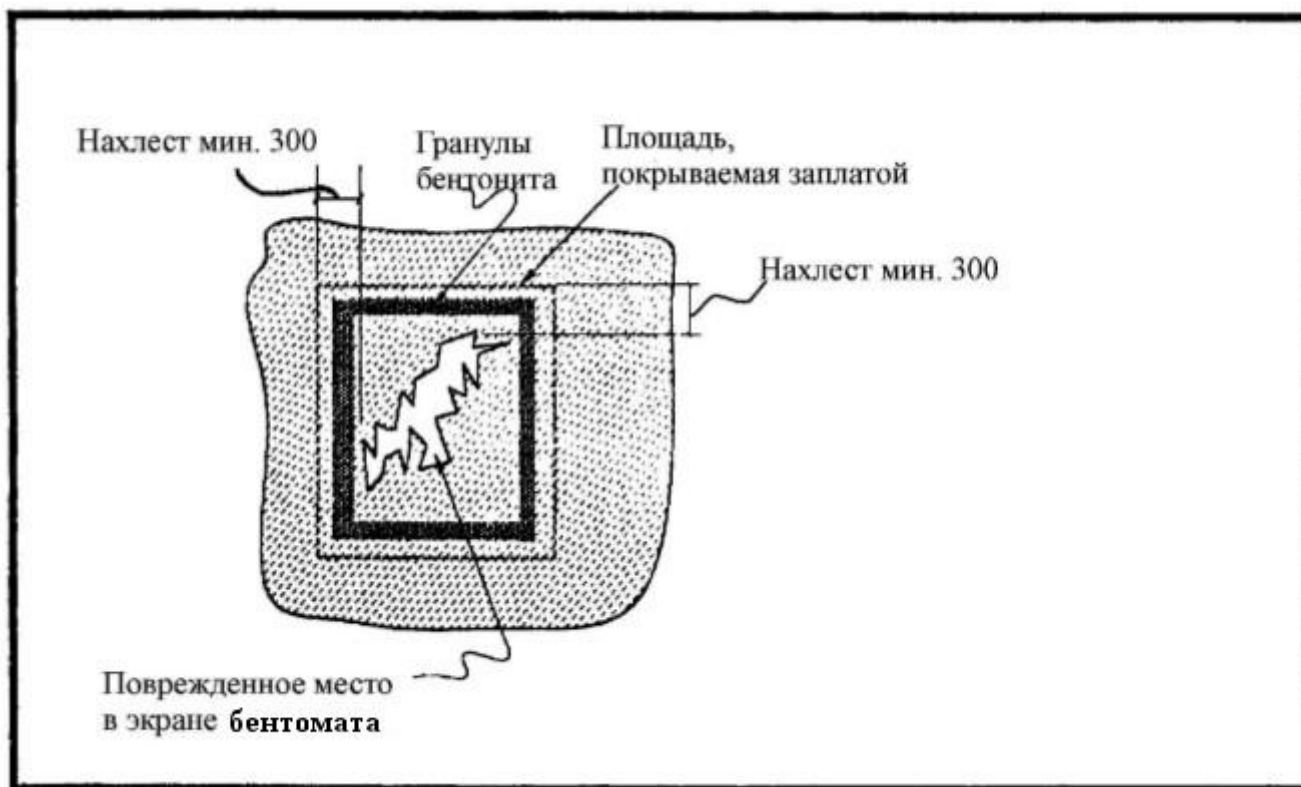

Рис. 6. Ремонт повреждений методом заплат
- 8.1. Если материал был поврежден во время укладки или при эксплуатации, то заделку поврежденных мест осуществляют с использованием заплат (Рис. 6). Заплата должна быть вырезана таким образом, чтобы минимальный нахлест составлял не менее 300 мм от любой части повреждения. До укладки заплаты вокруг повреждения должен быть нанесен гранулированный бентонит. Во избежание сдвига заплаты рекомендуется закрепить ее скобами строительным степлером или вязальной проволокой, либо приклеить каким-либо адгезивом.